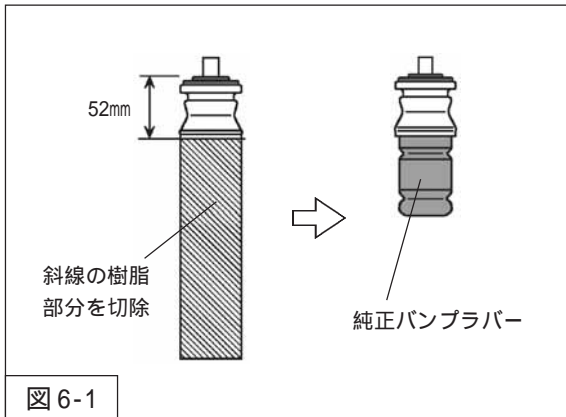

図6-1
・ダストブーツ部分が純正アッパーマウントと一体になっている場合は、図6-1を参考に樹脂部分を切除してください。
2. 純正アッパーマウントは、固定されている純正バンブラバーを取外し、リアダンパーASSYに組付けてください。（図6-1）